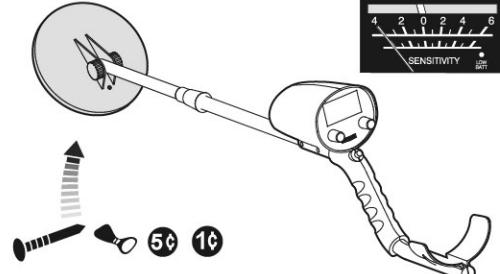

Fig.14
- Før langsomt andre metalgenstande hen i nærheden af søgerhovedet. Viseren på displayet bevæger sig mod venstre, og lyden aftager i styrke. (Fig. 14)